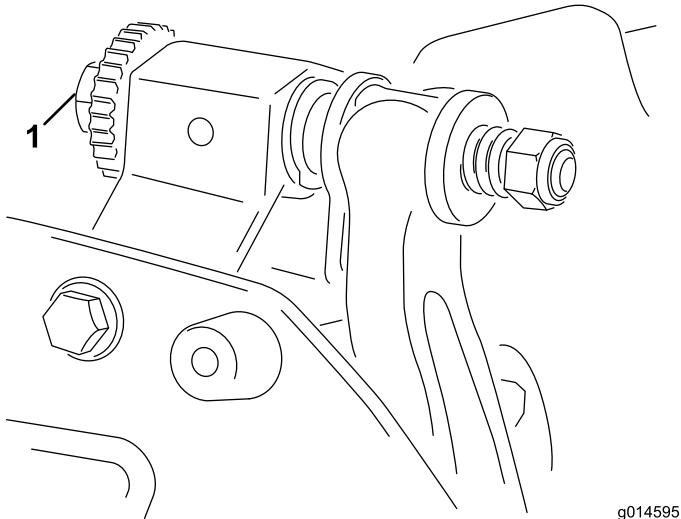

Figure 4
1. Placez la machine sur une surface de travail plane et horizontale. Supprimez le contact avec le cylindre en tournant les vis de réglage de la barre d'appui dans le sens antihoraire (Figure 4).